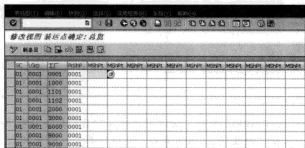

图 8-47 “修改视图 装运点确定: 总览”界面
STEP 1 在命令栏输入 SPRO 命令, 通过菜单选择“后勤执行→装运→基本发运功能→装运点和收货点确认→分配运送地点”选项, 进入“修改视图 装运点确定: 总览”界面, 如图 8-47 所示。